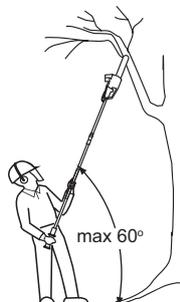

Fig. 31
- > Ne levez jamais l'appareil à un angle de plus de 60° par rapport à l'horizontale. Faute de quoi vous vous mettez potentiellement en danger. (Fig. 31)